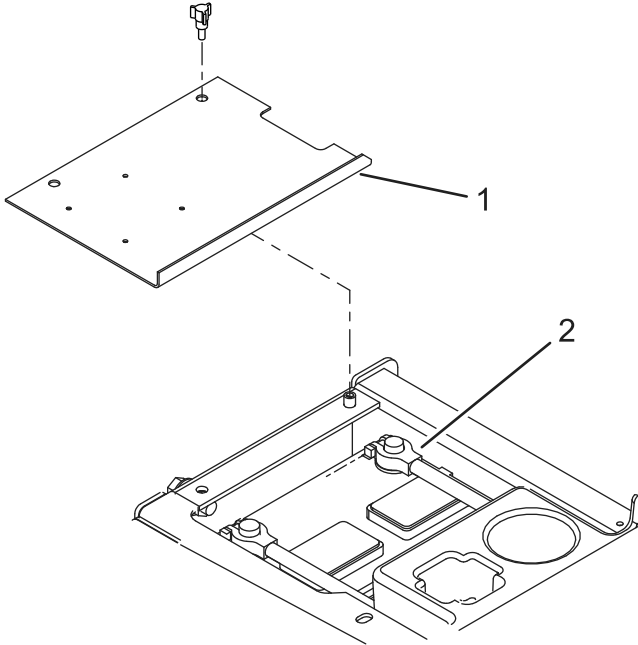

图 1
1. 取下电池盒的盖子（图 1）。
2. 将负极 (-) 电池接线与电池断开（图 1）。